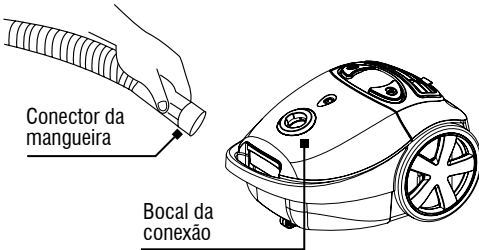

Fig. 2 – Conectando a mangueira no aspirador
- Encaixe o conector da mangueira no bocal da conexão conforme mostra a Fig. 2;